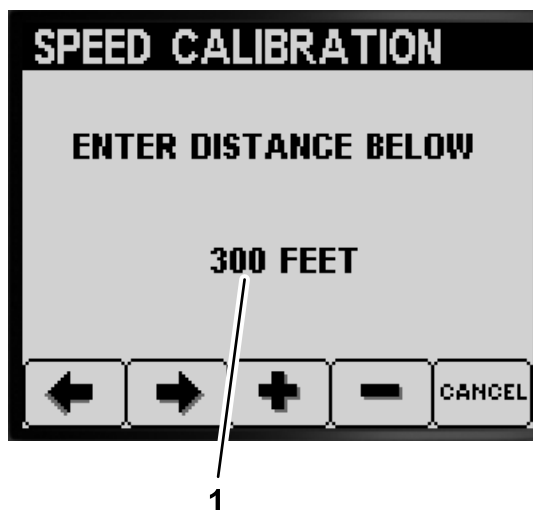

Рисунок 65
9. Используйте кнопки 3 или 4, чтобы изменить значение введенного расстояния на дисплее инфо-центра, затем нажмите кнопку 2 (Рисунок 65).